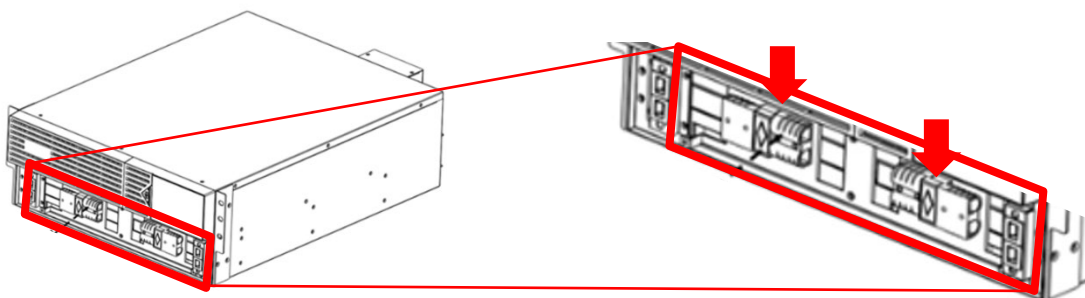
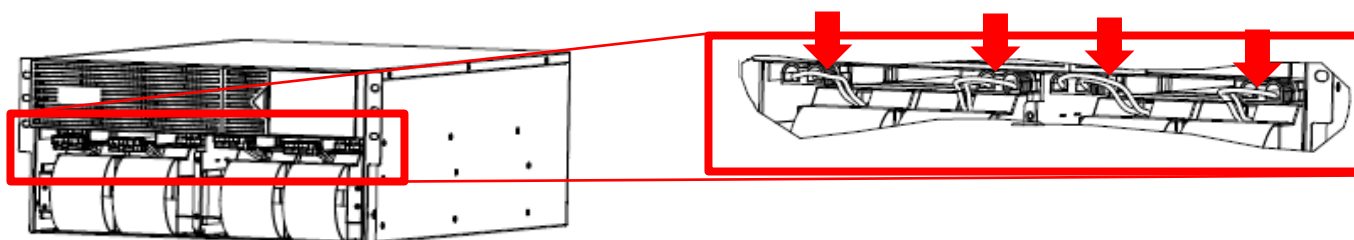

Figure 7 (modèles 5/6 kVA)
Figure 8 (modèles 8/10 kVA)
5. Réinsérez les modules de batterie internes et fixez-les aux connecteurs Anderson de l'onduleur (Fig. 7 pour le 5/6 kVA) / (Fig. 8 pour le 8/10 kVA).